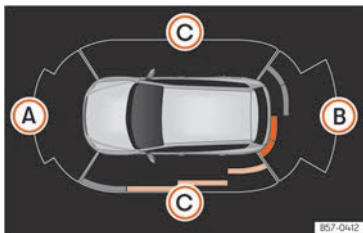

Abb. 156 Anzeige der Einparkhilfe auf dem Bildschirm des Infotainment-Systems.
Im Stoßfänger befinden sich Sensoren. Wenn sie ein Hindernis erkennen, weisen sie durch akustische und optische Signale im Infotainment-System darauf hin »» (Abb. 156).
Um vollständig die Fahrzeugumgebung darstellen zu können, muss das Fahrzeug einige Meter nach vorn bzw. nach hinten bewegt werden. Die fehlenden Bereiche werden abgetastet und vorhandene Hindernisse in den seitlichen Bereichen des Fahrzeugs »» (Abb. 156) (C).